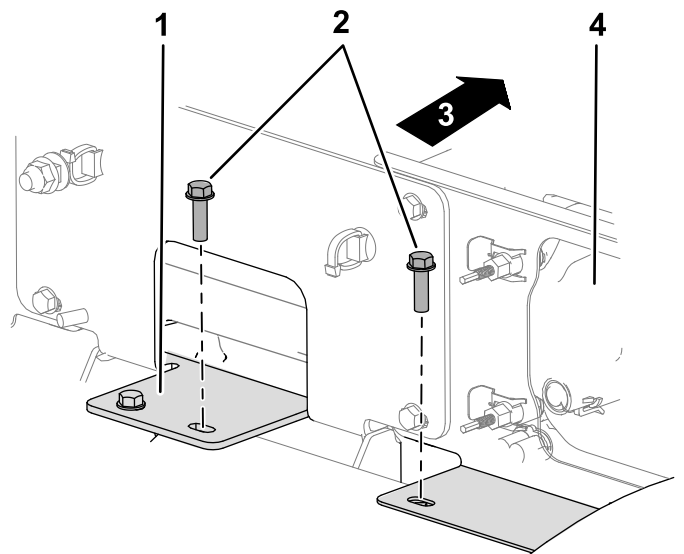

Figure 36
3. Sur le support inférieur de phare, retirez les 2 boulons à tête hexagonale à embase (1/4" x 7/8"), du côté intérieur du phare droit, qui fixent les supports du phare au phare (Figure 36).